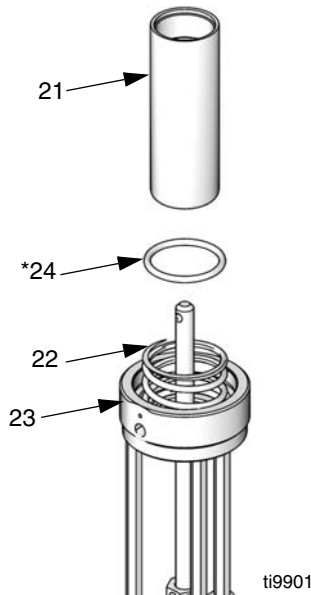

Рис.14
- 5 Снять пневмопоршень (21) с верхней части основания пневмодвигателя (23). Снять
уплотнительное кольцо (24\*) с основания пневмодвигателя. Проверить все детали, включая пружину (22), в основании пневмодвигателя на повреждения. См. Рис.14.